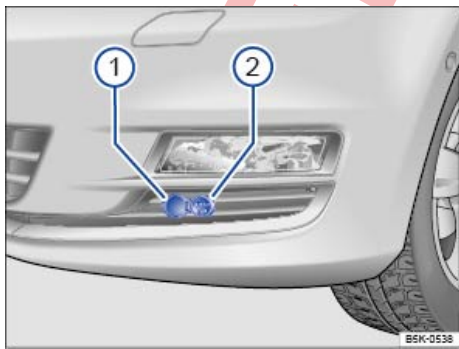

Fig. 167 En el paragolpes delantero: toma ② para el pre calentamiento del motor.
- Abra la caperuza de protección ⇒ fig. 167 ①.
- Acople el cable de conexión a la toma ②. ▶
- Antes de poner el motor en marcha, retire siempre el cable de conexión de la toma del vehículo y cierre la caperuza de protección ①.